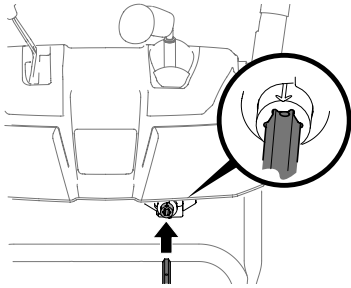

Figura 18
6. Inserte la varilla de control del canal en el piñón diferencial que está debajo del panel de la manija. Asegúrese de alinear el orificio de la varilla con la flecha que está sobre el piñón diferencial (Figura 18).